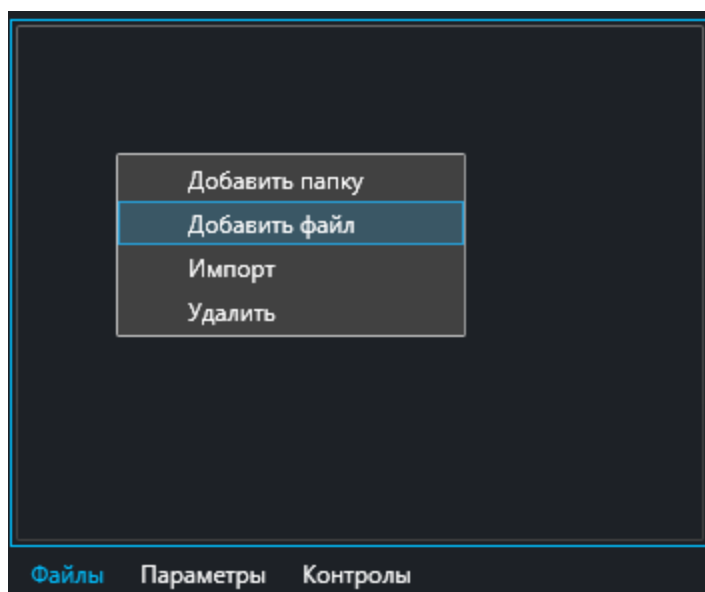

Рис. 74
1. Создать файл. В поле “Файлы” нажать правой кнопкой “мыши” по полю, нажать “Добавить файл” (Рис. 74).